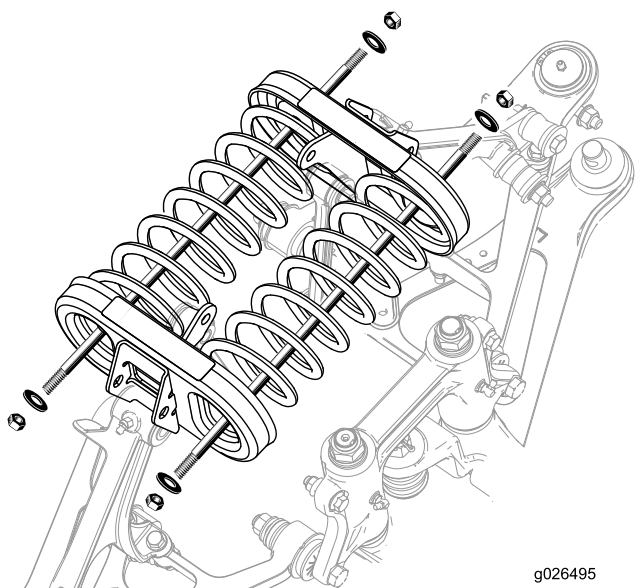

Рисунок 19
3. Установите гайки и шайбы на оба конца стержня (Рисунок 19).